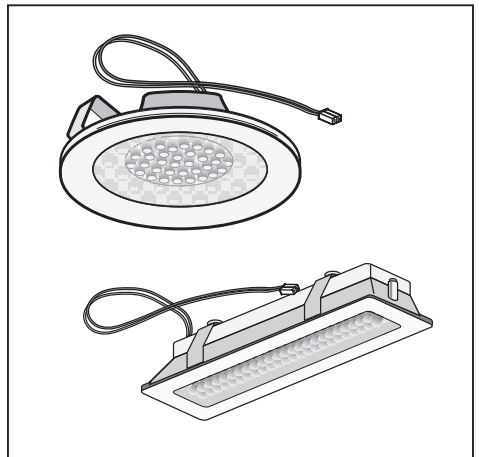

Fig.20
• Sostituzione delle lampade LED (Fig.20):